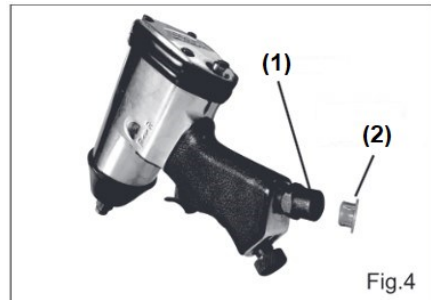

Fig.4
1. Rimuovere il tappo di protezione in plastica **(2)** per l'ingresso dell'aria **(1)** come mostrato in Fig.4.